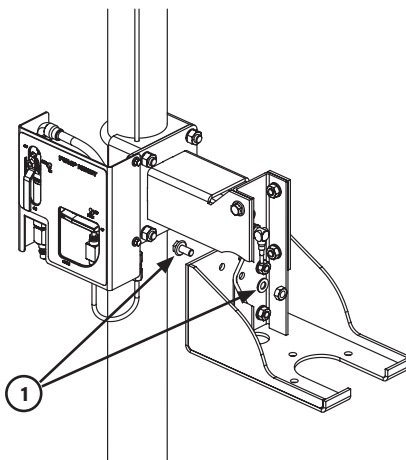

Fig. 3
1. Place pump support and screw in the bolts (1) (Fig.3)
1. Sitúe el soporte y fíjelo al brazo soporte mediante los tornillos (1) (Fig. 3).